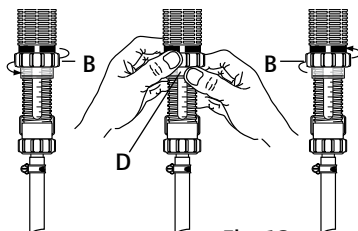

Fig. 13
(Fig. 13-B)
- Ze vasthouden en tegelijk de doorschijnende ring los- of vastdraaien (Fig. 13-D).
- De blokkeermoer terug vastdraaien (Fig. 13-B).